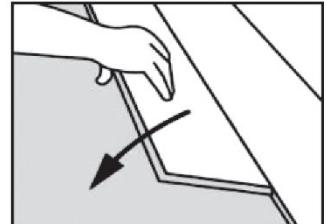

Abbildung 3
11. Die erste Diele der zweiten Reihe leicht an der Längsseite anwinkeln, nach vorne schieben und die Seitenfeder verriegeln (Abbildung 3). Die Diele nach links schieben, um die Kanten der Kopfstößfuge auszurichten.